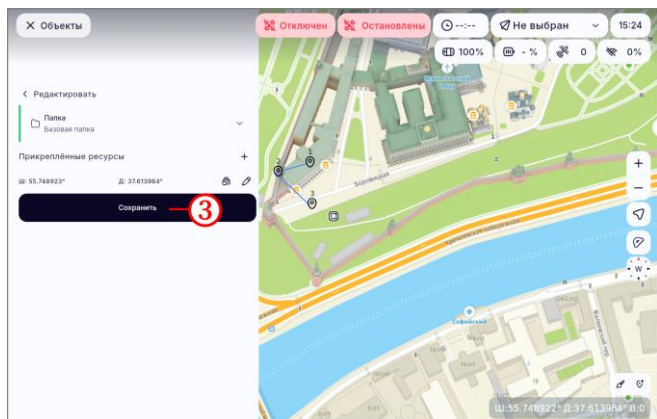

Рисунок 81
- нажать на кнопку «Сохранить» (рисунок 81, шаг 3);